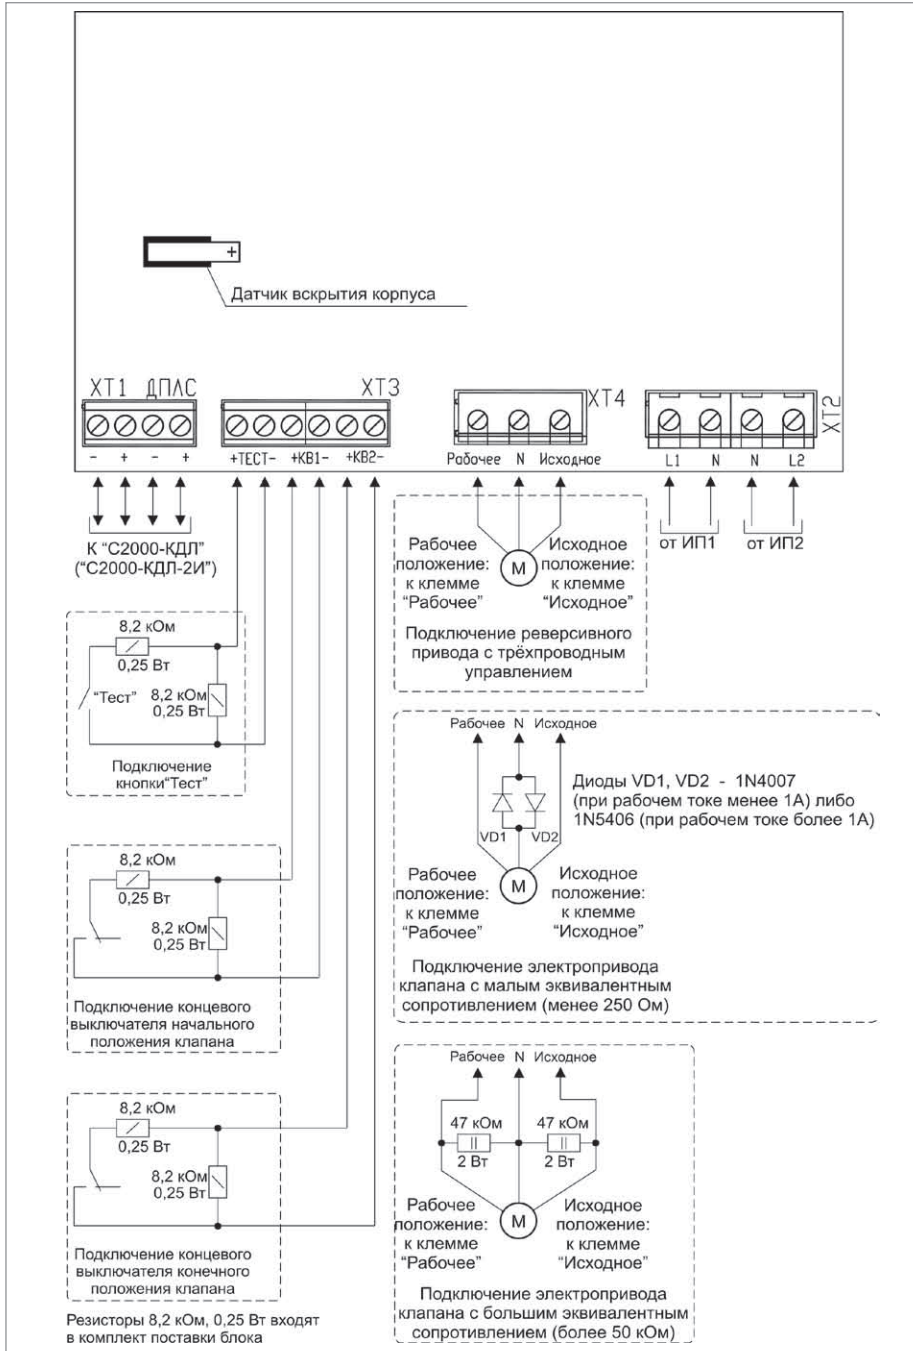

Рисунок 12. Схема внешних соединений блока «С2000-СП4/220»
2.2. Подключение соединительных линий производите в соответствии с проектной документацией и схемой на рис. 12.
1. Подключите воздушный клапан с электрическим приводом в соответствии с рис. 12, учитывая эквивалентное сопротивление клапана: